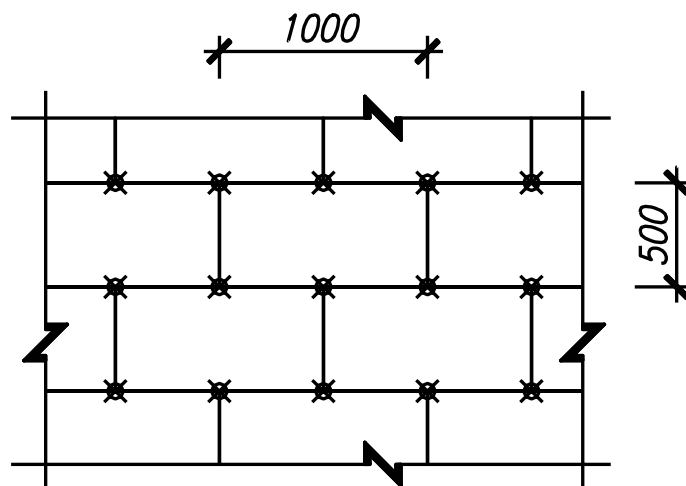

Рис.6 Схема установки связей в основном поле стены при утеплении мин. плитой.
8. При утеплении кирпичных стен минераловатной плитой шаг связей БПА по вертикали – 500-600 мм (высота плиты), по горизонтали – 500 мм (см. рис.6).